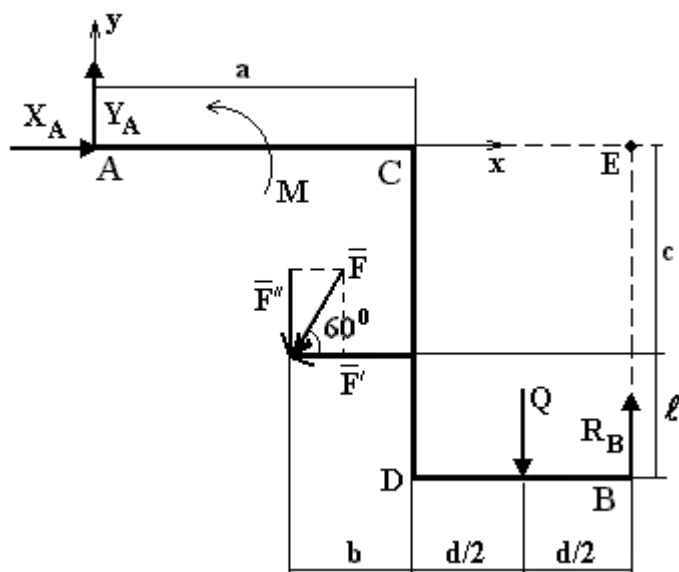

Рисунок 8 – Составная рама
1. Рассмотрим равновесие рамы ACDB. Составим расчетную схему (рисунок 8). Приложим заданные нагрузки: силу \bar{F} , пару с моментом M , равномерно распределенную нагрузку на участке DB заменим равнодействующей \bar{Q} , приложенной в середине участка DB: